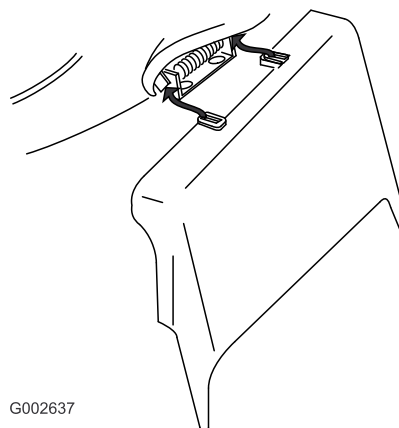

Bild 35
3. Setzen Sie den Seitenauswurfkanal ein und schließen Sie die Klappe auf dem Auswurfkanal (Bild 35).